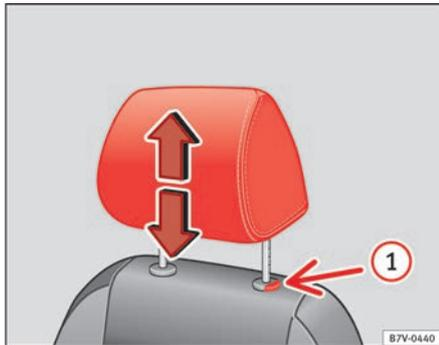
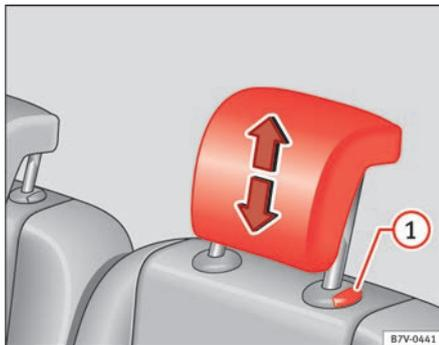

Abb. 84 Kopfstütze vorn einstellen.
Abb. 85 Kopfstütze hinten einstellen.
- Kopfstütze in Pfeilrichtung nach oben oder bei gedrückter Taste ⇒ Abb. 84 ① bzw. ⇒ Abb. 85 ① nach unten schieben ⇒ ⚠.